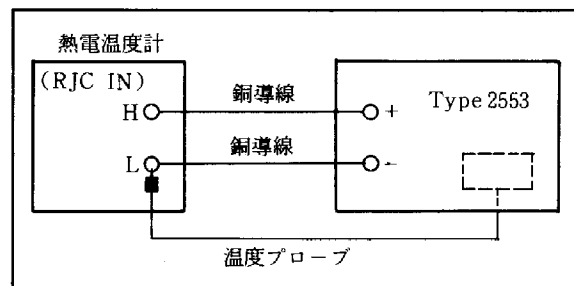
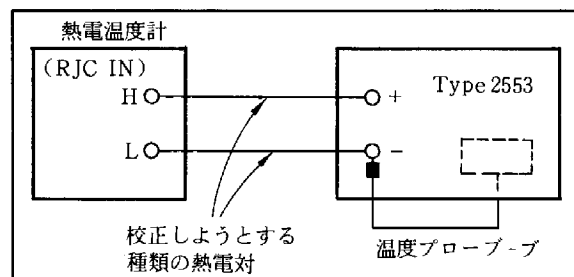

図 3.3
図 3.4
- (1) 背面にトランジスタプローブを接続します。この時、INT R-J ランプが点灯するのを確認します。
- (2) レンジ切換スイッチを R. J. TEMP にし、温度プローブの検出温度を表示しているかを確認します。
- (3) 被校正温度計の端子温度を温度プローブで検出する場合は図 3.3 のように銅導線で接続します。また本器の出力端子の温度を温度プローブで検出するときは図 3.4 のように校正しようとする温度計の熱電対と同種の熱電対を用います。